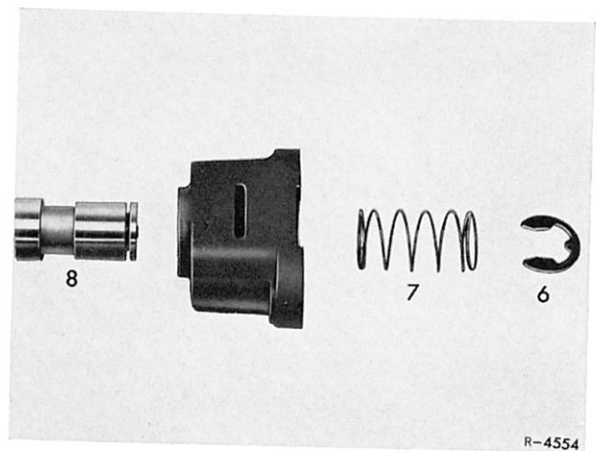

Bild 27-6/3
4 Sicherungsscheibe (6) entfernen, Druckfeder (7) und Schaltschieber (8) herausnehmen (Bild 27-6/3).